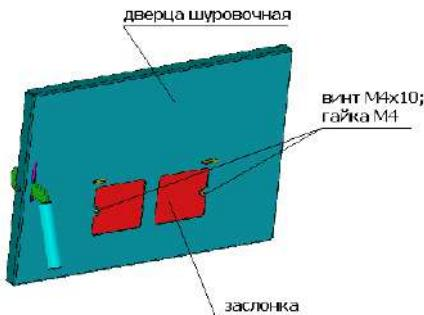

Рис.29 Крепление заслонки (крышка не показана)
7.1.3 На шуровочной дверце 1 (**рис.2**) снять кронштейн 4 (**рис.9**). Из комплекта горелки KOP1 4/25 или KOP1 12/50 (табл.2) на шуровочную дверцу с внутренней стороны (**рис.29**) крепить заслонку (изоляцией на дверцу).